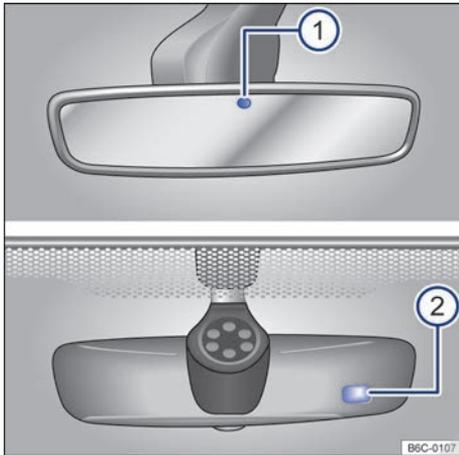

Fig. 75 En el parabrisa: espejo retrovisor interior antideslumbrante automático.
Con el encendido conectado, los sensores miden la incidencia de la luz atrás → fig. 75 ① y adelante ②.